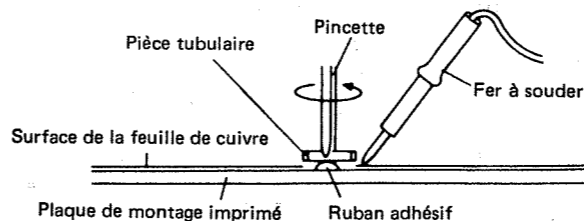

Figure 27-2
- En prenant la pièce avec une pincette, l'enlever avec précaution à l'aide du fer à souder dont la chaleur est appliquée à chacune de ses bornes. Voir la Figure 27-2.